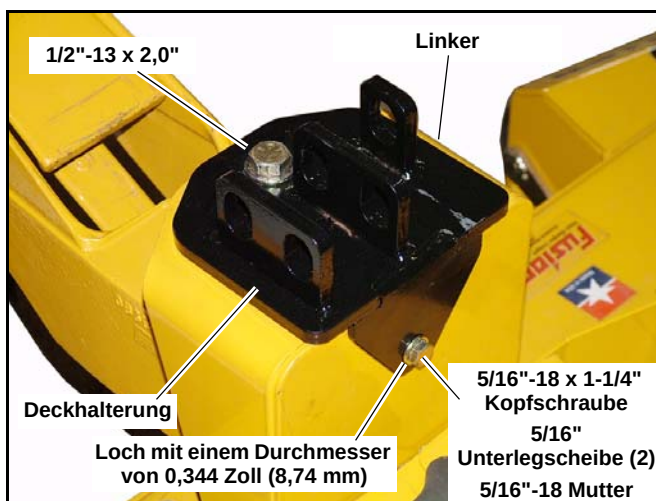

Abb. 4-15
Nur für Rasenmaschinen mit Jo-Dale Perry-Kabine (Haltestützen nicht montiert) – Wenn diese Mähdecks an einem 3700 Traktor mit Jo-Dale Perry-Kabine montiert sind, müssen die Haltestützen, die mit der Kabine geliefert werden, am Traktor sowie am Mähdeck angebracht werden. Falls die Halterungen noch nicht wie in Abbildung Abb. 4-14 und Abb. 4-15 gezeigt montiert sind, müssen sie jetzt befestigt werden. **Versuchen Sie**
4. Nachdem Sie die Kopfschraube auf der Oberseite des linken Schonradrahmens entfernt haben, befestigen Sie die Mähdeckschalter. Ersetzen Sie die vorhandene Kopfschraube mit einer 1/2"-13 x 2,0" Kopfschraube. Ziehen Sie die Schraube noch nicht fest. Abb. 4-15
7. Verwenden Sie die Deckhalterung als Führung, bohren Sie ein Loch mit 8,74 mm Durchmesser in den Schonradrahmen und schließen Sie die Montage der Deckhalterung mit den in Abb. 4-15 gezeigten Beschlagteilen ab.